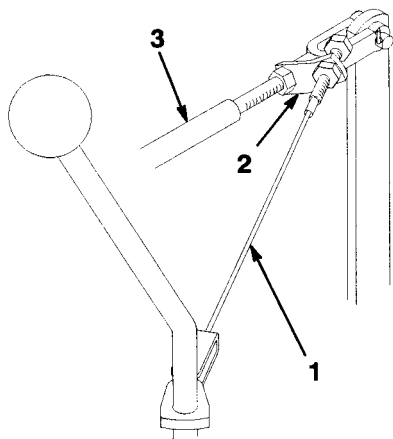

図 50
1. ケーブル・アセンブリを芝刈り・昇降コントロール・ロッド・ブラケット(図50)に固定している前ジャムナットをゆるめる。
3. 芝刈り・昇降コントロール・ロッドを後ろの位置に固定したまま、ケーブルのたるみが完全になるまで後ロックナットを締める(図50)。締め過ぎないように注意する。